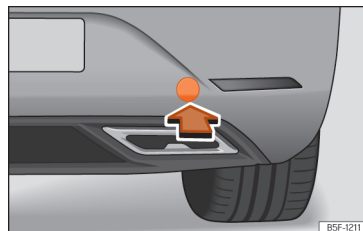

Fig. 218 En el lado derecho del paragolpes trasero: retirar la tapa.
El alojamiento de la argolla de remolque enroscable se encuentra en el lado derecho del paragolpes trasero detrás de una tapa »» fig. 218.
- Presione sobre la zona inferior de la tapa »» fig. 218 para desengancharla.